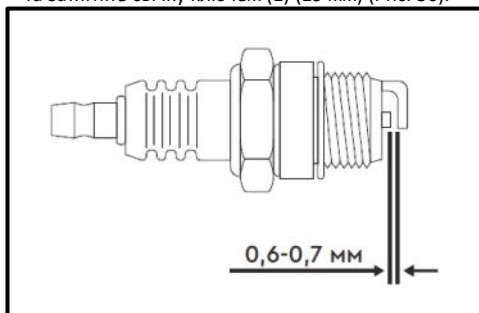

Рис. 38
- Виміряйте та впевніться, що відстань між електродами становить 0,6-0,7 мм (Рис. 38). Якщо на електродах є нагар, очистіть його дротяною щіткою;